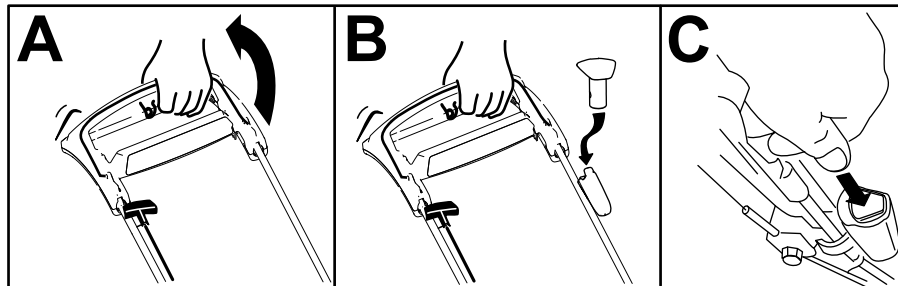

Figure 14
1. Maintenez la barre de commande de la lame contre le guidon (A de Figure 14).
2. Si vous avez retiré le bouton de démarrage électrique, insérez-le dans le démarreur électrique (B de Figure 14).
3. Appuyez sur le bouton de démarrage électrique jusqu'à ce que le moteur démarre (C de Figure 14).